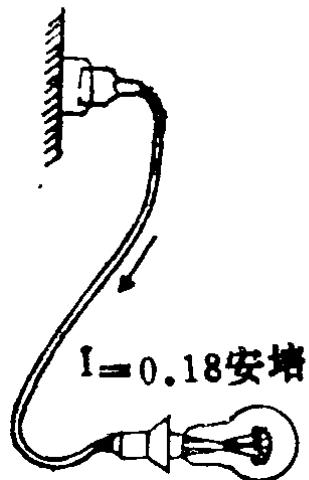

图 1-1
1. 问电流0.18安培时3小时内流过灯泡的电量是多少(图1-1) ?